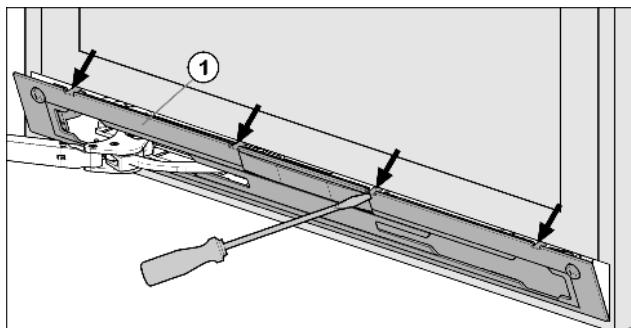

Fig. 4
- Выедите накладку Fig. 4 (1) из зацепления и снимите ее с помощью шлицевой отвертки.